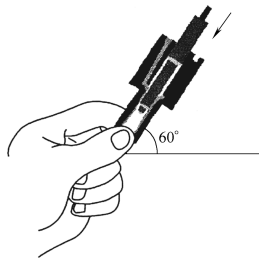

图 1-257 针阀偶件的检查
2) 将清洗后的针阀插入针阀体内，然后将针阀偶件倾斜 60°，将针阀拉出工作面全长的 1/3 后放手，针阀应能靠其自身的重量，缓慢而又顺利地下滑，不能有任何阻滞、卡住等现象，否则应更换新品。经验检查方法如图 1-257 所示。